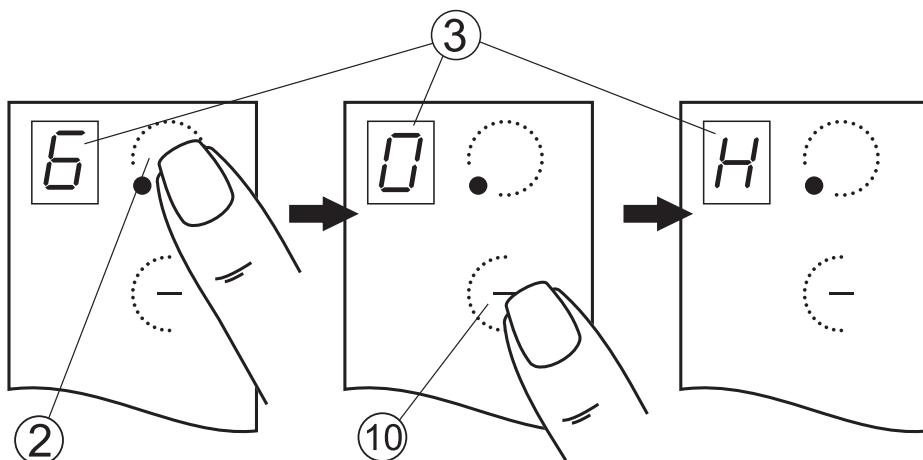

Рис.6
1. Работаящую конфорку перевести касанием зоны ② в режим управления (рис. 6).